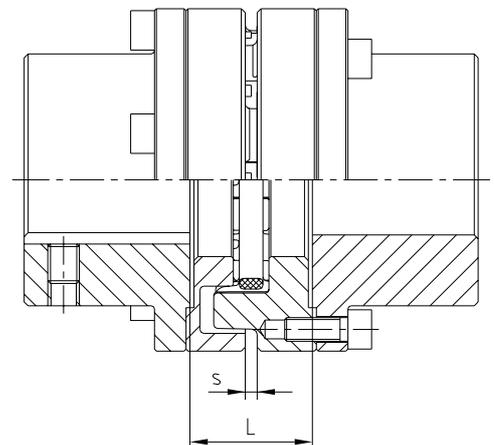

Figura 28: montaje del acoplamiento
- Coloque las piezas ensambladas entre las bridas de acoplamiento (véase figura 28).
- Si los grupos ya están firmemente ensamblados, el movimiento axial de las bridas de acoplamiento sobre los ejes permite ajustar la medida s o L (véase figura 28).